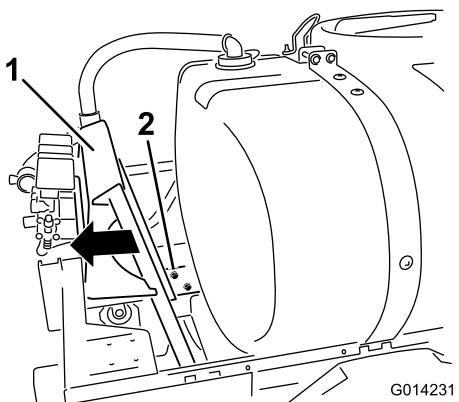

図 6
1. バルブ取り付けレールをフレームに固定しているボルトをゆるめる図6。